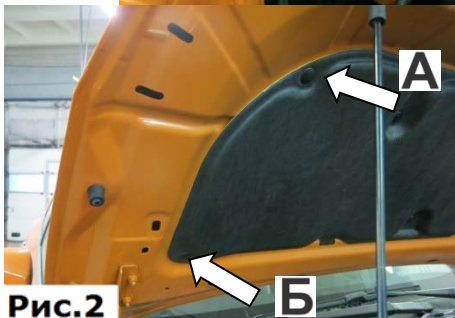

Рис.2
2. Демонтировать пистон (А) и (Б) крепления обшивки капота. Болт-шарнир будет установлен вместо пистона (А), (Рис.2).